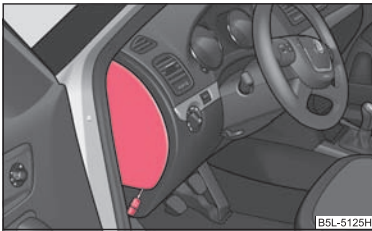

Fig. 184 Capacul suportului de siguranțe: Tabloul de bord, lateral
- Introduceți o cheie în orificiul din partea de jos a tabloului de bord ⇒ fig. 184 și scoateți capacul lateral, respectiv capacul din compartimentul motor ⇒ pagina 234.